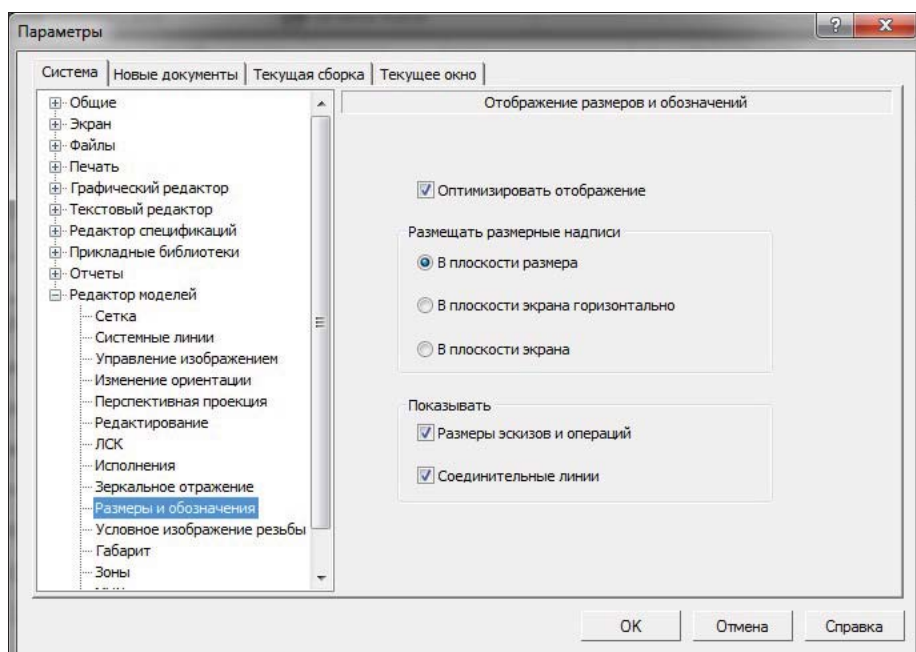

Рис. 27.5. Диалоговое окно Параметры с открытой панелью Отображение размеров и обозначений
- ◆ щелкните ЛК мыши по пункту **Размеры и обозначения** — в правой части откроется панель **Отображение размеров и обозначений** (рис. 27.5), на которой настраивается отображение размеров и обозначений в модели. По умолчанию "флажки" стоят, с точки зрения автора, оптимально;